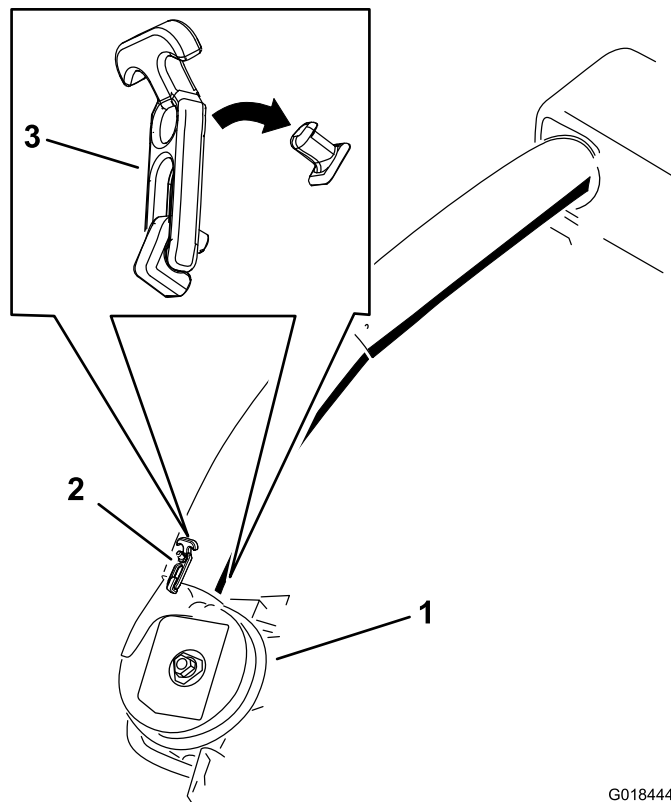

Figura 20
- Utilice ambos cierres para sujetar el tubo inferior al conjunto del soplador (Figura 20).
20. Utilice ambos cierres para sujetar el tubo inferior al conjunto del soplador (Figura 20).